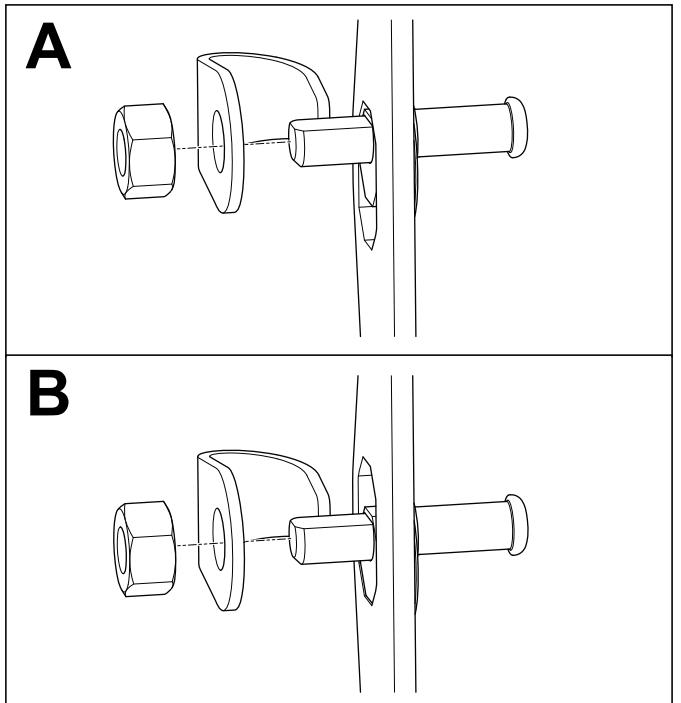

Figure 10
1. Centrez la goupille de verrouillage dans son support sur le longeron (Figure 10).